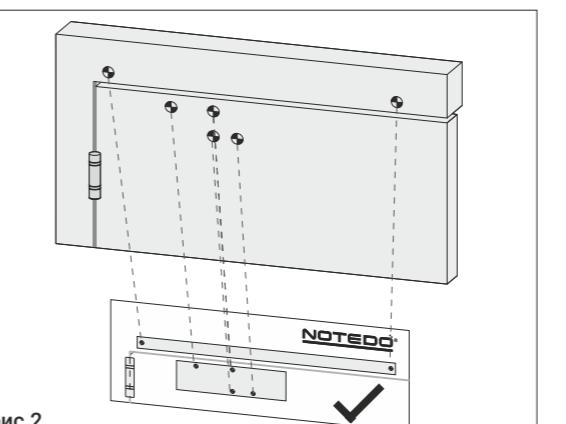

рис.2
- Сделайте разметку согласно выбранному варианту установки. Проверьте размеры рулеткой на соответствие указанным в настоящей инструкции, рис.2.